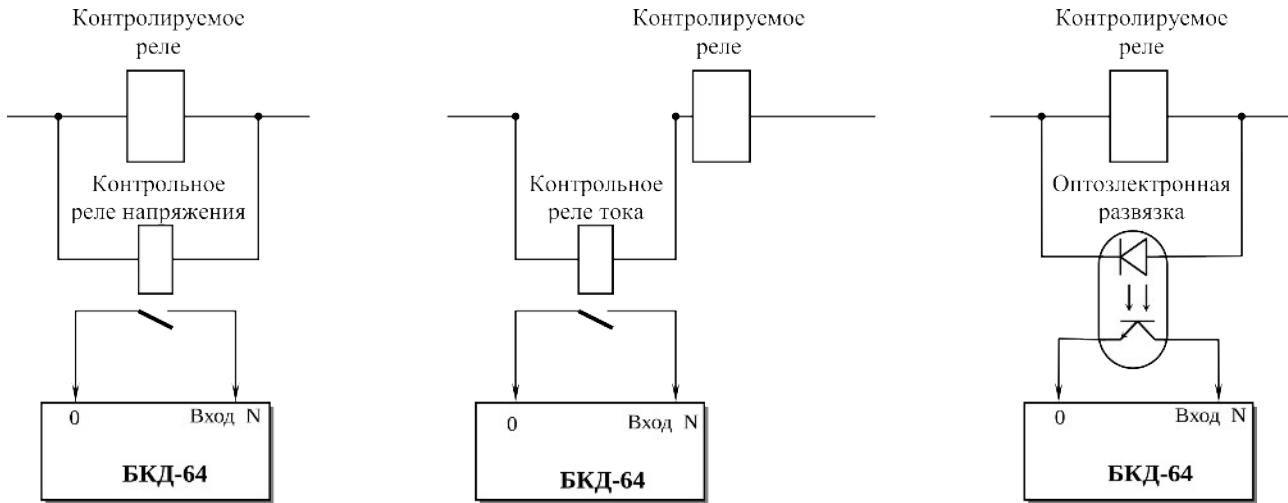

Рисунок 48
11.1.6.5 При отсутствии у контролируемого реле свободных контактов, применяются маломощные контролльные электромеханические, герконовые или полупроводниковые реле. Контрольные реле напряжения включаются параллельно контролируемому элементу, контрольные реле тока – последовательно (см. рисунок 48).